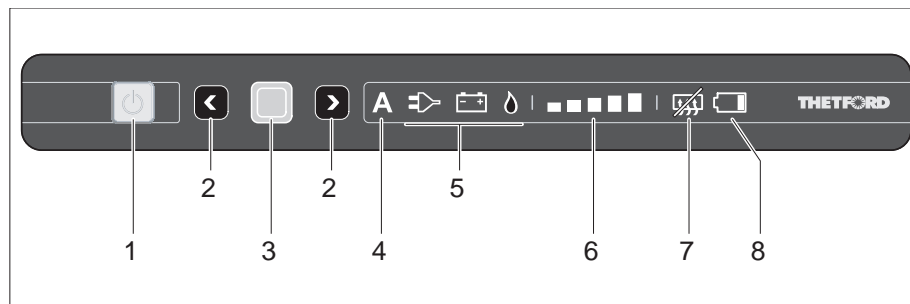

Bild 228 Bedien- und Anzeigeelemente für den Kühlschrank (Thetford ohne SES)
- Den Taster (Bild 228,1) drücken.
- Den Taster (Bild 228,1) drücken und halten. Alle Lampen erlöschen.
Der Kühlschrank wählt automatisch die beste verfügbare Quelle. Dabei wird folgende Reihenfolge angewandt: 230-V-Betrieb, 12-V-Betrieb, Gasbetrieb. Ist der Automatikbetrieb angewählt, leuchtet im Bedienfeld die Automatikbetrieb-Anzeige (Bild 228,4) und die beste verfügbare Quelle (Bild 228,5).
- Bestätigungstaste (Bild 228,3) drücken und halten. Die Betriebsarten-Symbole (Bild 228,5) beginnen zu blinken.
- Mit den Auswahltasten (Bild 228,2) den Gasbetrieb auswählen und mit der Bestätigungstaste (Bild 228,3) Auswahl übernehmen.
- Mit den Auswahltasten (Bild 228,2) den 230-V-Betrieb auswählen und mit der Bestätigungstaste (Bild 228,3) Auswahl übernehmen.
- Mit den Auswahltasten (Bild 228,2) den 12-V-Betrieb auswählen und mit der Bestätigungstaste (Bild 228,3) Auswahl übernehmen.
- Bestätigungstaste (Bild 228,3) drücken und halten.
Die Betriebsarten-Symbole (Bild 228,5) beginnen zu blinken.
- Bestätigungstaste (Bild 228,3) erneut drücken.
Die Kühlstufenanzeige (Bild 228,6) beginnt zu blinken.
- Mit den Auswahltasten (Bild 228,2) die gewünschte Kühlstufe wählen und mit der Bestätigungstaste (Bild 228,3) Auswahl übernehmen.